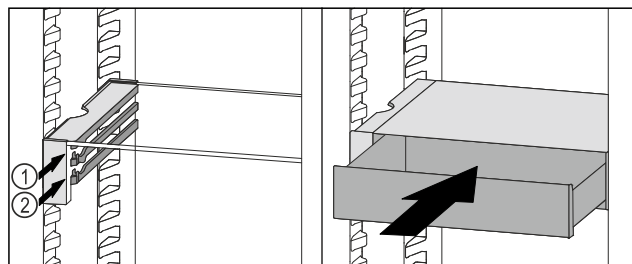

Fig. 177
- VarioSafe-Schubfach hinter den Stopperrn auf gewünschter Rippe Fig. 177 (1) oder Fig. 177 (2) aufsetzen.